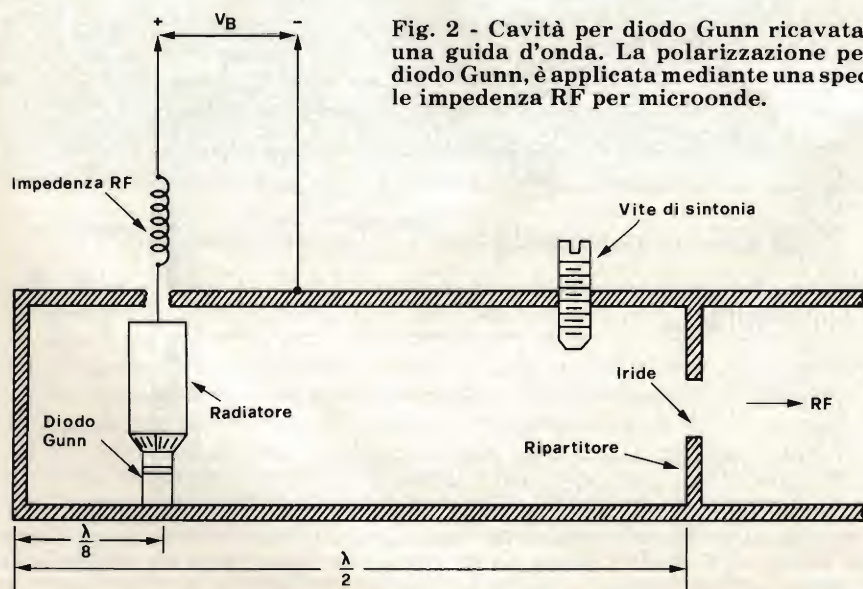

Fig. 2 - Cavità per diodo Gunn ricavata da una guida d'onda. La polarizzazione per il diodo Gunn, è applicata mediante una speciale impedenza RF per microonde.
**Fig. 2 - Struttura interna del cinescopio a schermo piatto realizzato dalla Sony. Il fascetto di elettroni viene deflesso lateralmente andando a colpire lo schermo a fosfori, a causa delle differenze di potenziale tra l'elettrodo trasparente anteriore (finestra) e lo schermo a fosfori posteriore.**